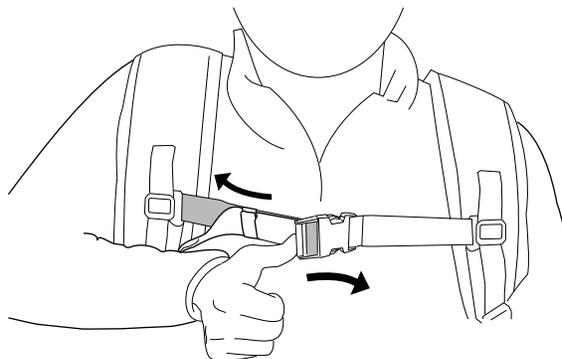

Figure 10
7. Si la sangle de poitrine est trop serrée, soulevez le dispositif de réglage sur le côté pour allonger les sangles (Figure 10).